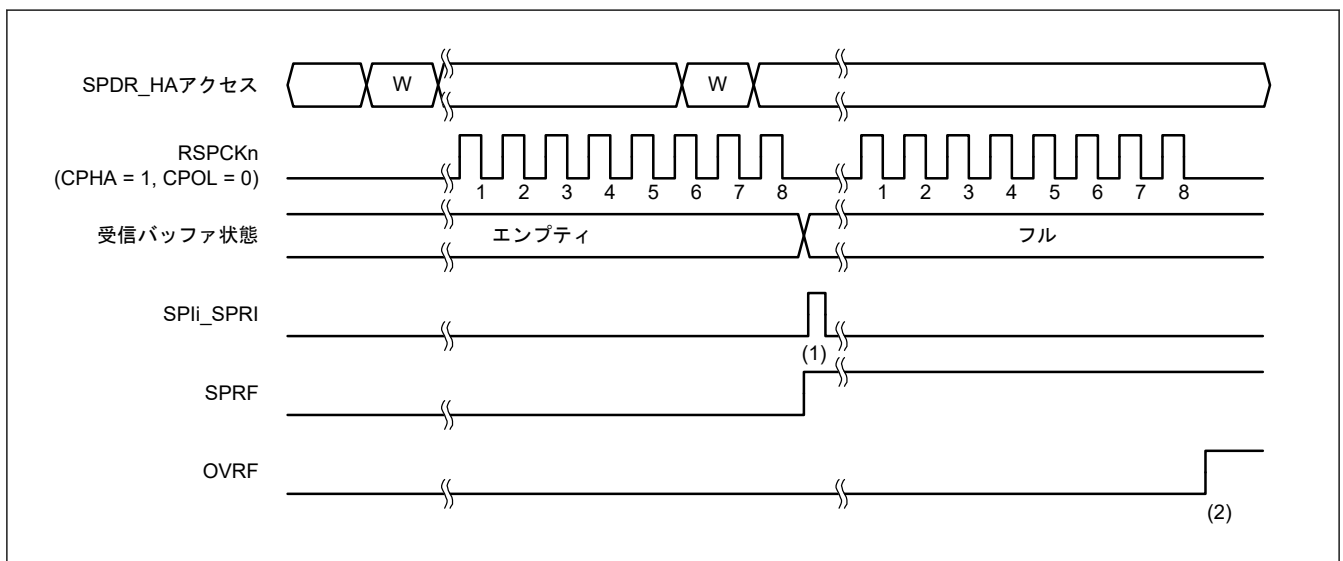
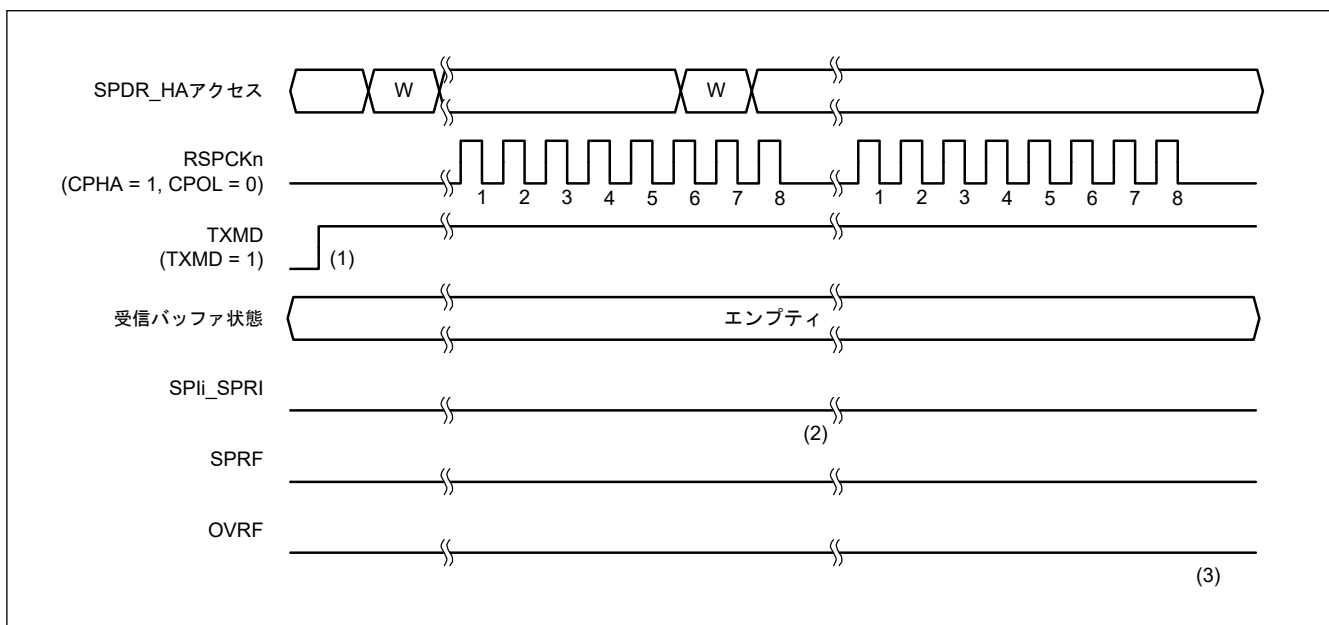

図 27.24 SPCR.TXMD = 0 の動作例
図 27.25 SPCR.TXMD = 1 の動作例
通信動作モード選択ビット (SPCR.TXMD) の設定により、全二重同期式シリアル通信または送信のみの動作が選択できます。図 27.24 および 図 27.25 に記載した SPDR アクセスは、SPDR レジスタへのアクセス状況を示しています。W は書き込みサイクルを示しています。
図 27.24 に、通信動作モード選択ビット (SPCR.TXMD) を 0 にした場合の動作例を示します。この例では、SPCMD0.CPHA ビットが 1、SPCMD0.CPOL ビットが 0 の設定で、SPI が 8 ビットのシリアル転送を実行しています。RSPCKn 波形の下に記載した数字は、RSPCK サイクル数 (= 転送ビット数) を示しています。
以下に、図 27.24 の (1)、(2) に示したタイミングでのフラグ動作を説明します。
図 27.25 に、通信動作モード選択ビット (SPCR.TXMD) を 1 にした場合の動作例を示します。この例では、SPCMD0.CPHA ビットが 1、SPCMD0.CPOL ビットが 0 の設定で、SPI が 8 ビットのシリアル転送を実行しています。RSPCKn 波形の下に記載した数字は RSPCK サイクル数 (= 転送ビット数) を示しています。
以下に、図 27.25 の (1)~(3) に示したタイミングでのフラグの動作内容を説明します。